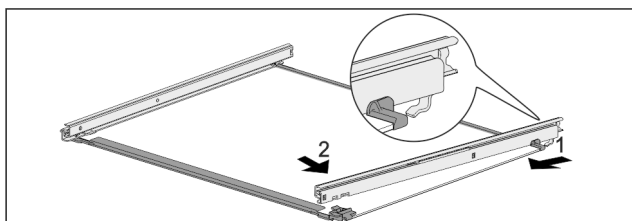

Fig. 53 Glasplatte mit Schienen
- Schiene hinten einhaken. Fig. 53 (1)
- Schiene vorne einrasten. Fig. 53 (2)